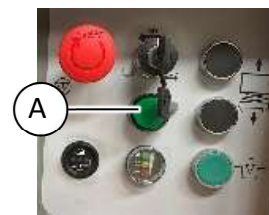

Abb. 8
- Prüfen Sie, ob die Anzeige der Ebenheit (A Abb. 8) funktioniert.